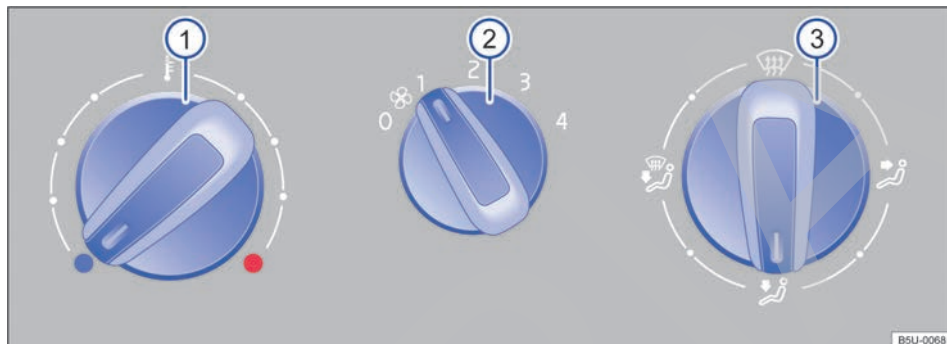
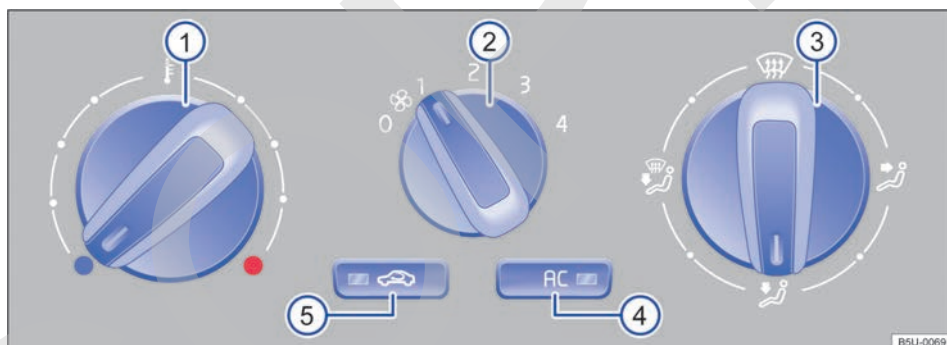

Fig. 117 En la consola central: comandos de la calefacción y la ventilación.
Fig. 118 En la consola central: comandos del aire acondicionado.
Tecla, regulador	Información complementaria del sistema de calefacción y ventilación ⇒ fig. 117 y aire acondicionado ⇒ fig. 118.
- En vehículos con sistema de calefacción, colocar el regulador de temperatura ⇒ fig. 117  totalmente hacia la derecha, en la posición máxima de calefacción.
- Colocar el regulador de la distribución de aire → fig. 118 ③ en la posición
- Colocar el ventilador ② en la etapa 3 o 4.
- Apretar la tecla ④ para conectar el sistema de refrigeración. La luz de control debe encenderse en la tecla. El modo de recirculación del aire se desconecta automáticamente y la luz de control en la tecla ⑤ se apaga.
- Colocar el regulador de la temperatura ① en la posición deseada.